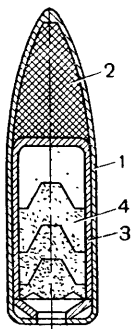

Рис. 48. Трассирующая пуля:
37. Трассирующая пуля (рис. 48) предназначена для целеуказания и корректирования огня на расстояниях до 800 м и поражения живой силы.